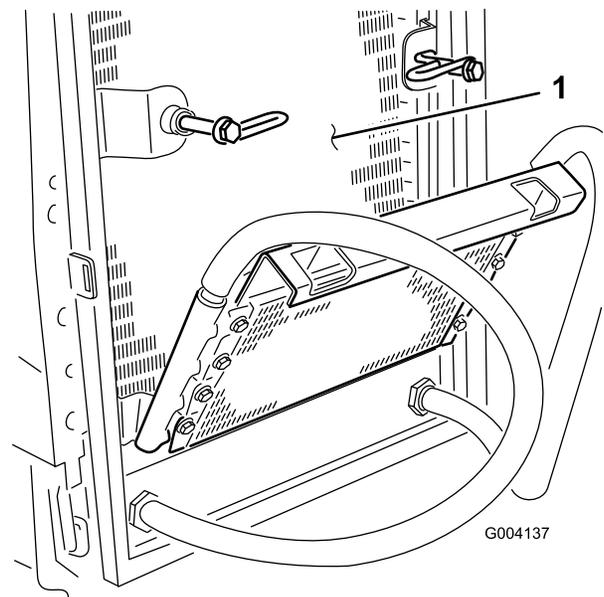

Figura 73
6. Pulite accuratamente entrambi i lati del radiatore dell'olio e del radiatore utilizzando aria compressa (Figura 73).